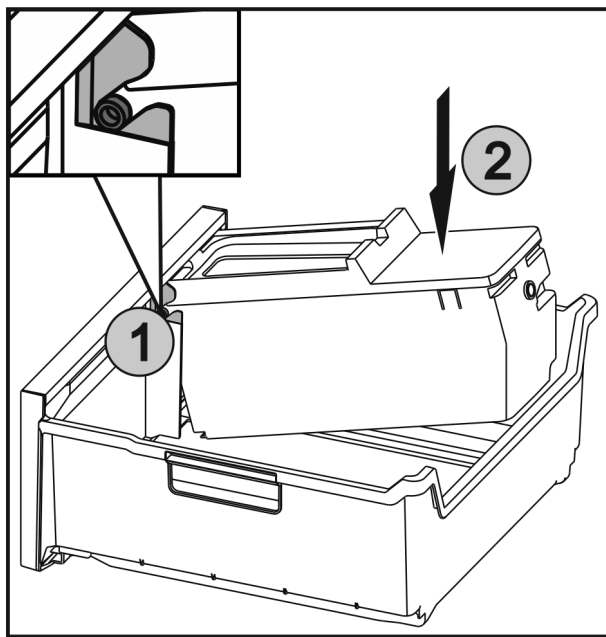

Fig. 40
- ▶ Inserire gli assi Fig. 40 (1) di EasyTwist-Ice nelle guide e premere la parte posteriore Fig. 40 (2) finché la linguetta non si innesta.